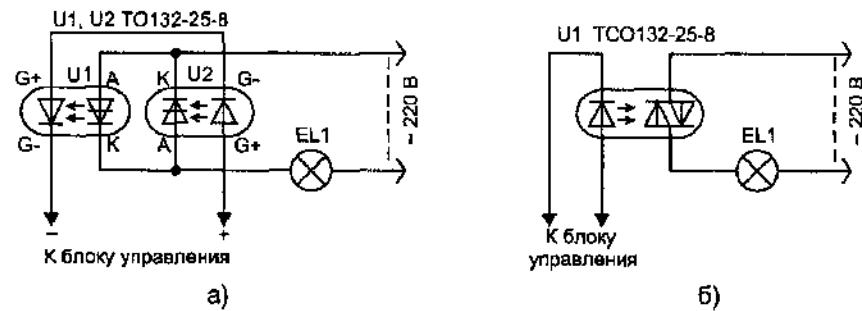

Рис. 1.4. Схемы коммутаторов нагрузки на основе оптотиристоров (а) и оптосимисторов (б)
4) силовых оптоциристорах и симметричных оптоцираках (называемых еще оптосимисторами). В них оптопара установлена внутри корпуса силового элемента. Эти компоненты обладают теми же достоинствами, что и обычные тиристоры и симисторы — их можно использовать для коммутации любой нагрузки, на переменном токе, рис. 1.4, но таким узлам для работы требуется от схемы управления большего тока (до 100...150 мА — ток может быть импульсным);